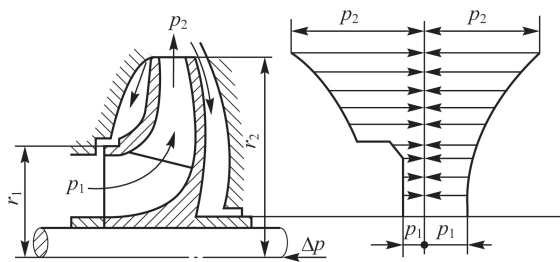

图 1-11 单吸叶轮的轴向推力
(1)轴向力的产生及危害。离心泵工作时,由于叶轮两侧液体压力分布不均匀(轮盖侧压力低,轮盘侧压力高),如图 1-11 所示,而产生一个与轴线平行的轴向力,其方向指向叶轮入口。此外,当液体从轴向流入叶轮,然后又立即转为径向进入叶片间的流道时,轴向动量突然变化,变成了作用于叶轮的轴向冲力。但是这个力比较小,并被压力差引起的轴向力抵消,一般可不考虑。轴向力的存在使泵整个转子发生轴向窜动,造成振动并使叶轮入口外缘与密封环产生摩擦,严重时使泵不能正常工作。因此,必须平衡轴向力并限制转子的轴向窜动。